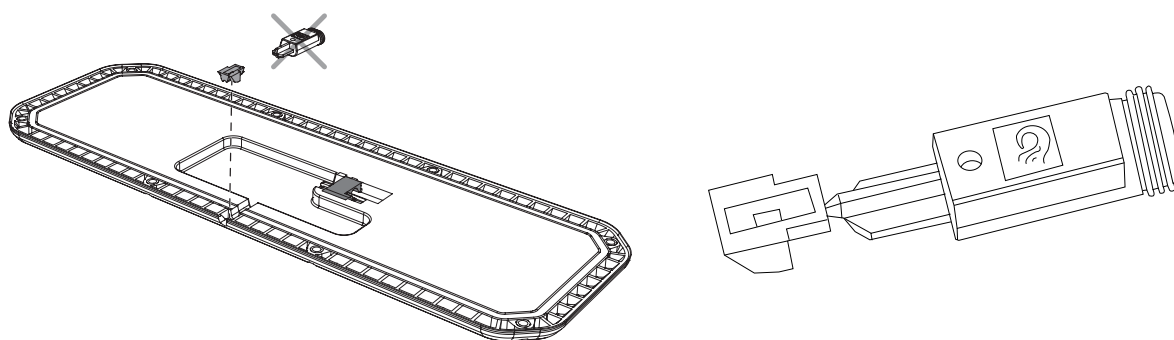

Bild 43. Montering av plugg för tätning av UCU.
4. Bryt försiktigt loss den yttre delen av pluggen och montera i urtaget. Se Bild 43.